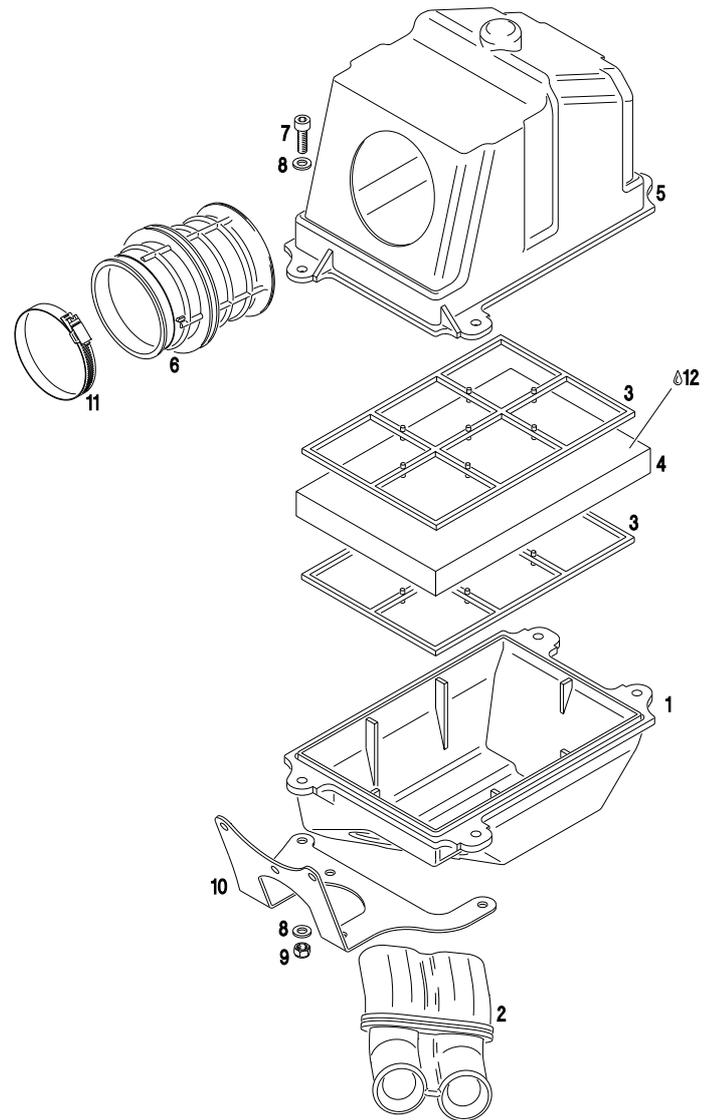

Bild 9
- ⇒ Die 4 mitgelieferten Schlauchklemmen (4 und 5) auf die Kühlwasserkrümmen (3) schieben.
- ◆ **Hinweis:** Die Schlauchschelle (5) mit größerem Durchmesser ist für die Position am Zylinderkopfdeckel vorgesehen.
- ⇒ Kraftstoffpumpe mit zwei der mitgelieferten Zylinderschrauben M6x20 und Sicherungsmuttern so an der Unterseite des Haltewinkels (10, siehe Bild 9) montieren, daß der Anschluß der Impulsleitung (1) nach unten und die Kraftstoffzuleitung (2) (siehe Pfeil auf Pumpengehäuse) in Richtung Fahrersitz zeigt.
- ⇒ Von dem mitgelieferten Kraftstoffschlauch zwei Stücke abschneiden. Diese jeweils am unteren Anschluß für den Impuls (1) bzw. seitlichen Anschluß für den Austritt (3) montieren.
- ⇒ Anschließend den Haltewinkel (10, siehe Bild 9) mit den drei unteren Verschraubungen des Vergaserstutzens am Zylinder befestigen. Anzugsmoment: 6 Nm.
- ⇒ Mit einem entsprechenden Stück des mitgelieferten Kraftstoffschlauches eine Verbindung zwischen dem Anschluß am Kraftstofftank und dem Zulauf (2) der Kraftstoffpumpe herstellen.
- ⇒ Ansauggummi (2) in waagrechter Stellung so in den Dämpferunterteil (1) stecken, daß die runden Ansaugöffnungen außen liegen.
- ⇒ Vergaserstutzen (6) so in den Dämpferoberenteil (5) stecken, daß der Pfeil am Dämpferstutzen in Richtung Vergaser zeigt.
- ⇒ Filterschaumstoff (4) mit herkömmlichem Motorenöl (12) einölen und anschließend überschüssiges Motorenöl ausdrücken.
- ⇒ Dämpferteile laut Skizze zusammenstecken (Bild 9) und mit mitgelieferten Zylinderschrauben, Beilagscheiben, Sicherungsmuttern und dem Haltewinkel (10) verschrauben.
- ◆ **Hinweis:** Am Dämpferunterteil (1) muß bei der rechten, seitlichen Befestigungslasche ein Teil einer Rippe mit dem Messer entfernt werden, damit der Haltewinkel an der Befestigungslasche aufliegt.
- ⇒ Ansauggeräuschkämpfer mit der mitgelieferten Schlauchschelle (11) am Vergaser befestigen.